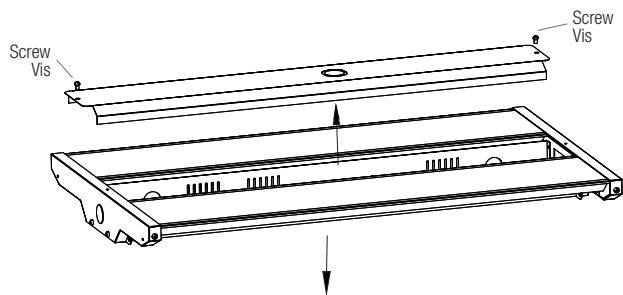

Figure 10
1. Remove the driver box cover by unscrewing the two screws (Fig. 10).
1. Retirer le couvercle de la boîte du contrôleur de DEL en dévissant les deux vis (Fig. 10).